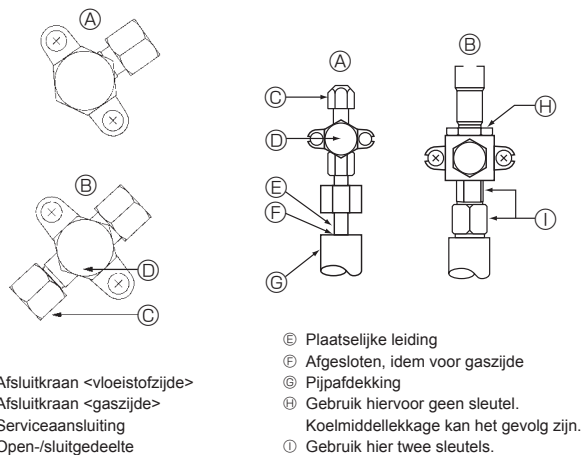

Fig. 4-5
- ① Maak de verbindingen van de koelstofleidingen voor het binnen-/buitenapparaat als het afsluitkraan van het buitenapparaat geheel gesloten is.
- ② Ontlucht de binnenunit en de verbindingleidingen.
- ③ Controleer na het aansluiten van de koelstofpijpen de pijpen en het binnenapparaat op gaslekkage. (Zie 4.4. 'Luchtdichtheid van de koelstofpijpen testen'.)
- ④ Zet een sterke vacuümpomp op de dienstopening van de afsluitkraan en haaf nadat u -101 kPa (5 Torr) bereikt het vacuüm voldoende lang (minstens een uur) om de binnenzijde van de pijpen te vacuümdrogen. Controleer de mate van vacuüm altijd op het verdeelventiel. Als er nog vocht in de pijp zit, wordt de mate van vacuüm soms niet bereikt in een korte tijd van vacuüm toepassen. Zet na het vacuümdrogen de afsluitkranen (van zowel vloeistof als gas) voor het buitenapparaat geheel open. Hierdoor worden de koelstofpijpen van binnen- en buitenapparaat volledig met elkaar verbonden.
- ⑤ Dicht de uiteinden van het isolatiemateriaal bij de pijpverbindingen af met afdichtmiddel om te voorkomen dat er water onder het isolatiemateriaal doordringt.
4.4. Luchtdichtheid van de koelstofpijpen testen (Fig. 4-5)